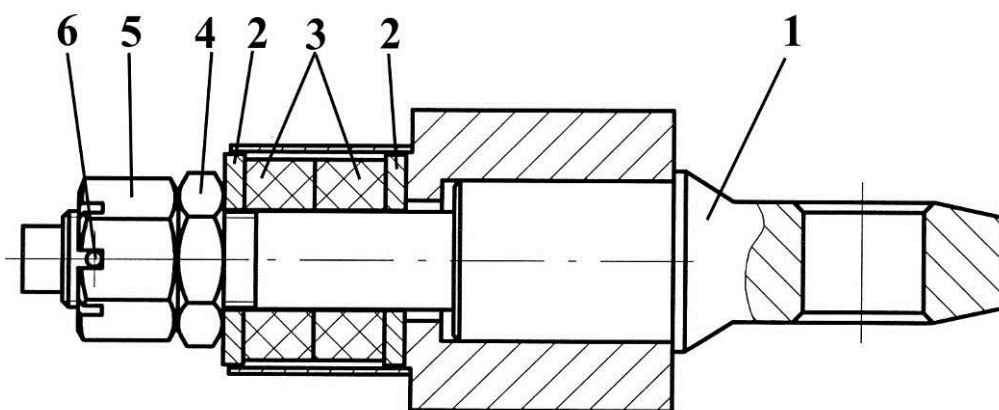

Рис. 4.3.2.
4.3.2. Вставьте серьгу 1 в сцепку прицепного устройства (рис.4.3.2). Установите последовательно шайбу 2 $\varnothing 50$ мм, резиновые буферы 3 (2 шт.) и опять шайбу 2. Затяните гайкой 4 M48мм, корончатой контргайкой 5 M48мм и установите шплинт 8x80 (1 шт.).